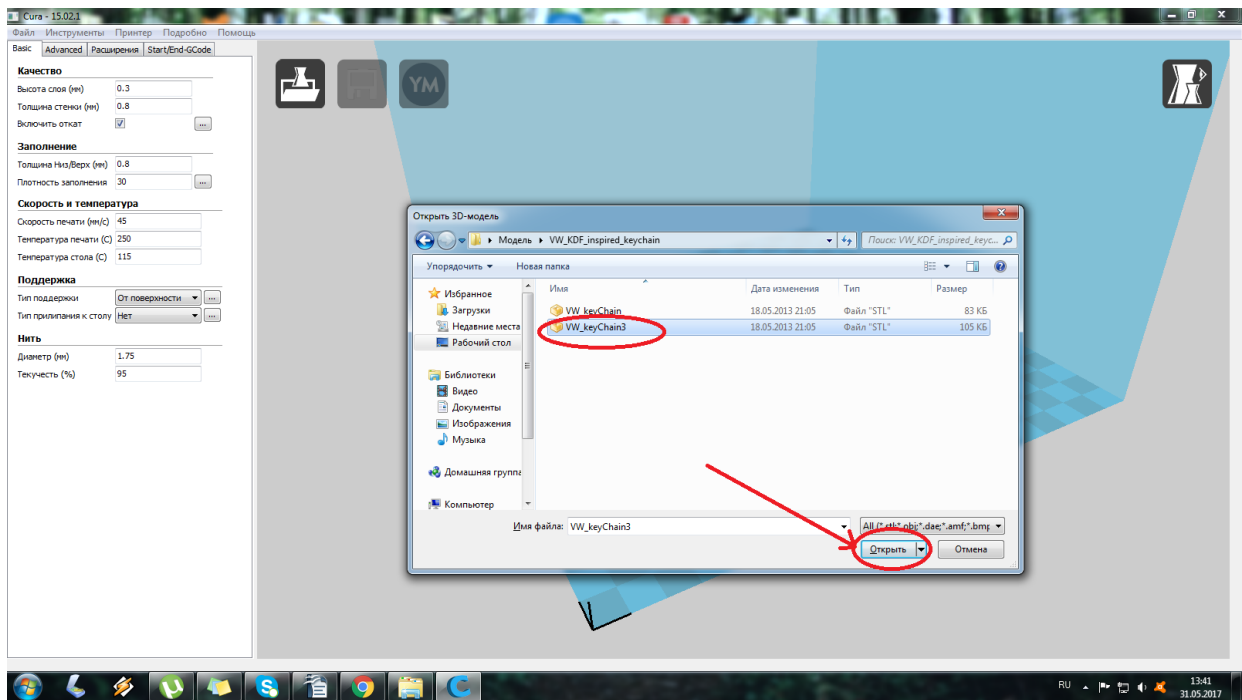

Рисунок 4. Загрузка модели
5. Выберите скачанную модель и нажмите «Открыть», рисунок 4